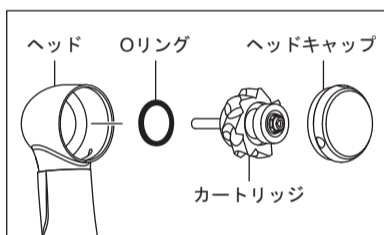

図14
- 3) ヘッドキャップレンチをヘッドキャップに合わせ、反時計方向に回し、ヘッドキャップを緩めます。ヘッドからカートリッジ、Oリングを取り出します（図14）。通常、カートリッジはヘッドキャップに付いた状態で出てきます。